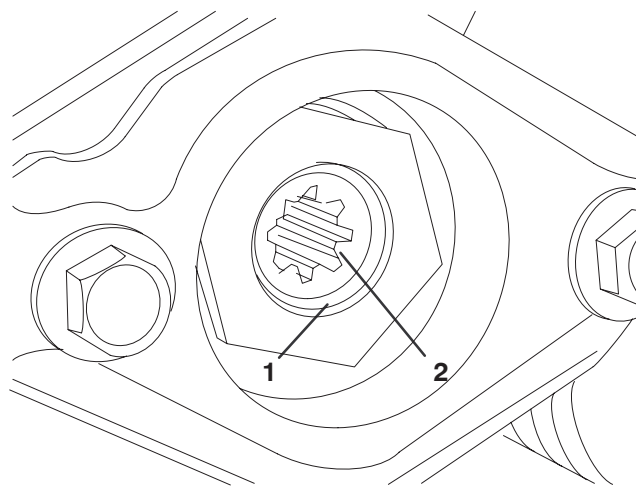

Figure 16
3. Vis Allen (2)
- E. Retirez le jonc d'arrêt de fixation du coupleur d'entraînement dans le tube du cylindre (Fig. 16). Déposez le coupleur d'entraînement.